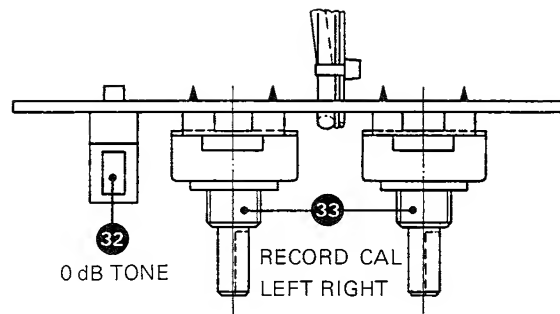

Fig. 9.6.
Diese neue Einheit enthält die beiden Eichpotentiometer (33), die in den Signalweg zwischen Aufnahme-Prozessor und Aufnahme-Entzerrer eingefügt sind. Damit wird der Bandempfindlichkeit entsprechende Aufnahmepegel so eingestellt, dass sowohl Aufnahme- als auch Wiedergabe-Prozessor auf gleichem Signalpegel arbeiten. Als Eichhilfe dient der im DOLBY-Aufnahme-Prozessor 1.177.234 eingebaute 400-Hz-Oszillator, der mit der Drucktaste (32) des Prints 1.177.271 aktiviert wird (Fig. 9.6.).
This new circuit board accommodates both calibration potentiometers (33), which are wired into the signal path between recording processor and recording amplifier. With these potentiometers, the recording level has to be adjusted to match a tape's sensitivity so as to ensure that both, the recording and the replay processors are receiving the same signal level. The 400 Hz oscillator in the DOLBY recording processor 1.177.234 serves as an aid in calibrating the recording gain. This oscillator can be activated by push-button (32) on the circuit board 1.177.271 (fig. 9.6.).
Cette nouvelle unité supporte les deux potentiomètres de calibration (33) qui conduisent le signal des modules aux correcteurs d'enregistrement. Ces potentiomètres servent à compenser les différences de sensibilité inhérentes aux types de bande courants. En effet, pour assurer la compatibilité du codage et décodage DOLBY, il est impératif de faire travailler les circuits DOLBY d'enregistrement et de lecture avec des niveaux de modulation identiques. Pour effectuer ce calibrage, le module d'enregistrement DOLBY 1.177.234 est équipé d'un générateur qui, activé par la touche (32) de cette plaquette 1.177.271, délivre un signal étalon de 400 Hz (fig. 9.6.).